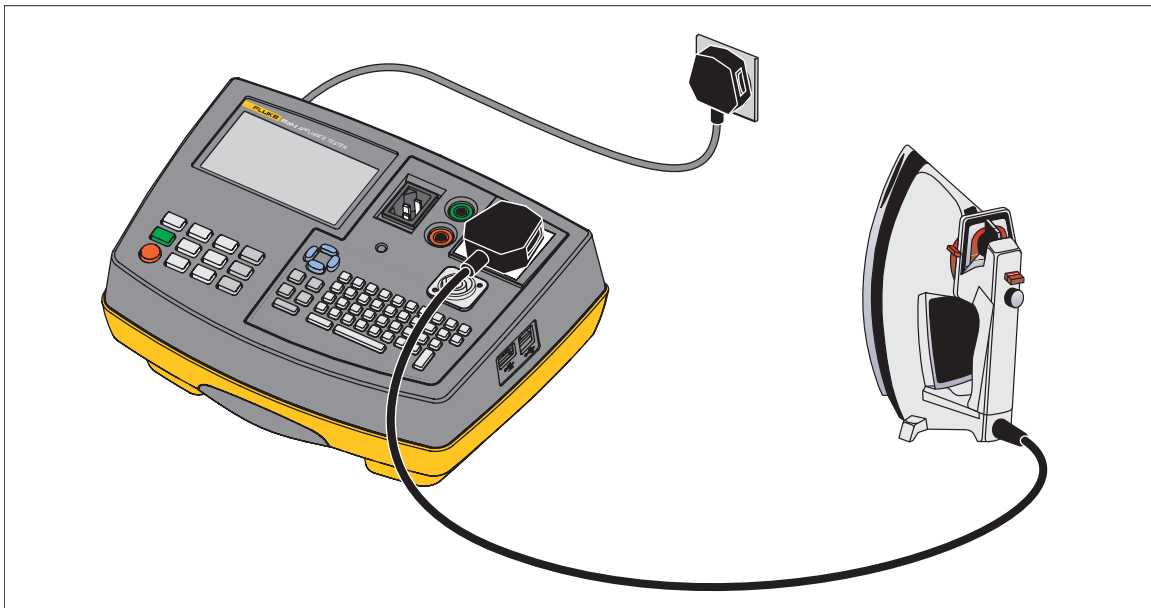
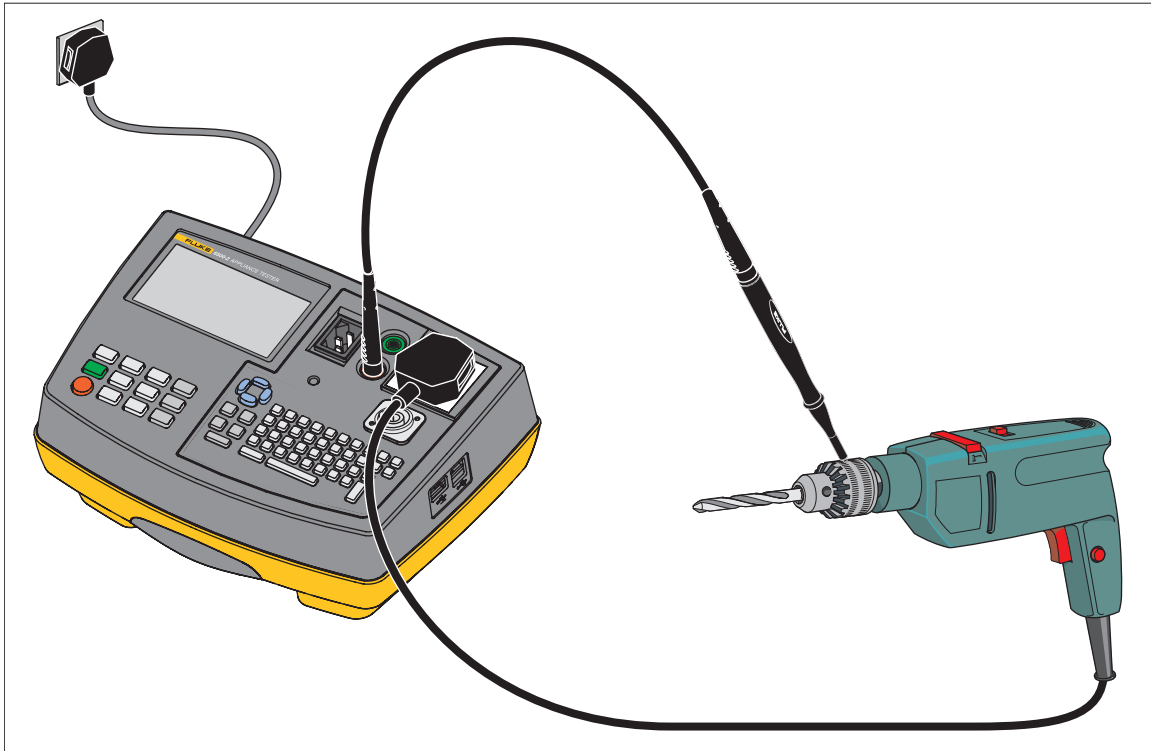

Abbildung 3. Prüfanschlüsse für Isolationswiderstand Klasse I
Abbildung 4. Prüfanschlüsse für Isolationswiderstand Klasse II
- Verbinden Sie den Prüfling und die Prüfsonde wie in der Anzeige dargestellt, siehe Abbildung 3 und Abbildung 4.